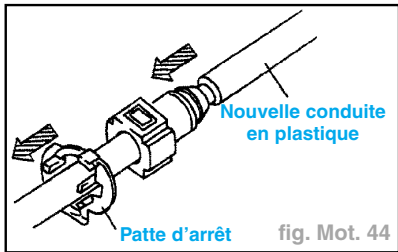

fig. Mot. 44
Nota : Une patte d'arrêt est intégrée au connecteur rapide pour les nouvelles conduites de carburant en plastique. La patte d'arrêt se détache du connecteur rapide lorsqu'il est complètement engagé sur la canalisation d'alimentation en carburant (fig. Mot. 44).
- Presser les pattes du connecteur rapide de la conduite de carburant principale et débrancher la conduite de carburant en plastique (fig. Mot. 44).
rapide lorsqu'il est complètement engagé sur la canalisation d'alimentation en carburant (fig. Mot. 44).